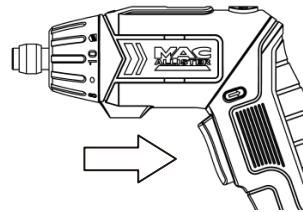

Fig.4
- > Mettez en marche le produit en appuyant sur le bouton de déclenchement marche / arrêt (2)(Fig.4).
- > Arrêtez le produit en relâchant le bouton de déclenchement (2).